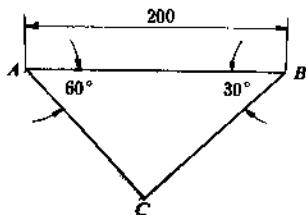

图 1
11. 用划规划线时, 如图 1 所示。按图示尺寸划出 A 、 B 两中心后, 要以 A 、 B 为圆心, 用划规找出 C 点, 试计算划规张开的尺寸 AC 和 BC 。
解: 由图 1 所示, 三角形 ABC 为直角三角形, 根据直角